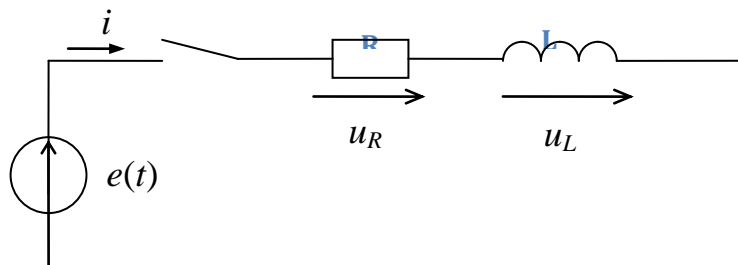

Рис. 1 - Эквивалентная схема исследуемой цепи
- эквивалентная схема исследуемой цепи, состоящая из источника ЭДС, резистора  $R$  и катушки индуктивности  $L$  (рис. 1).